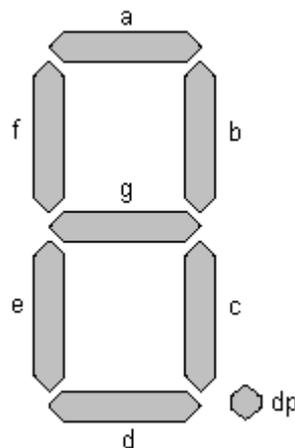

图 2 LCD 字段定义
- ◆ A1---G1、A2---G2、A3---G3 分别是个位、十位、百位的 LCD 段驱动信号，见图 2。